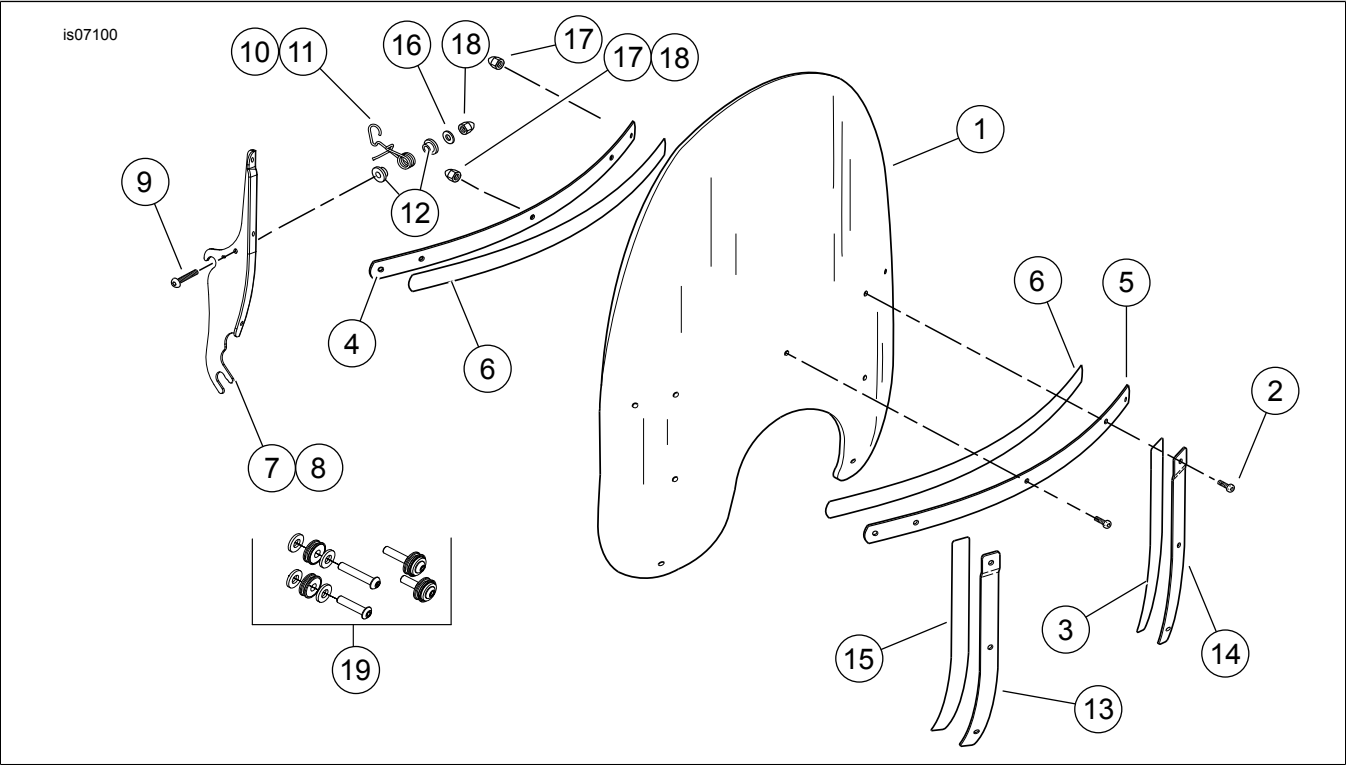
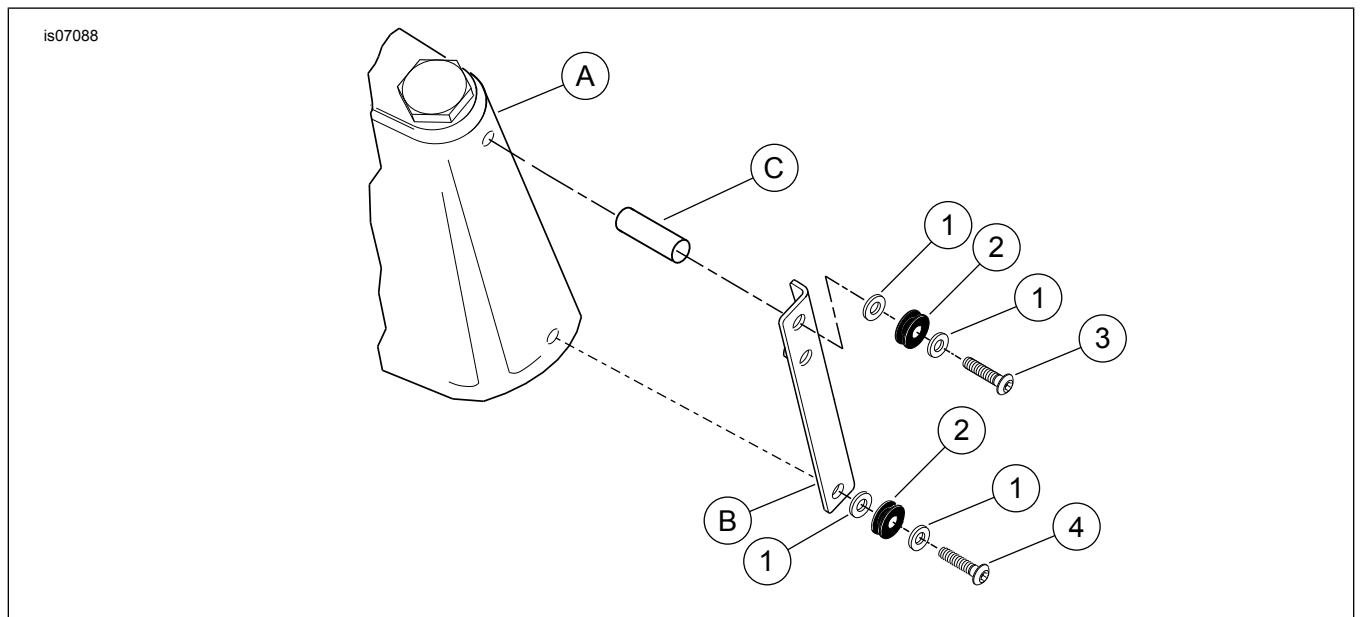

Figura 1. Piezas de servicio: Kits de parabrisas
Figura 2. Piezas de servicio: Kit de elementos de sujeción
Vea Figura 1 y Tabla 1, Figura 2 y Tabla 2.
2. Figura 2 y Tabla 2. Quite y deseche el tornillo (4) y la arandela (1) originales de la pieza de soporte inferior de la luz para niebla/de paso.
3. Coloque la arandela plana (1), el buje (2) y la arandela plana (1) nuevos en el tornillo de 1-3/8 pulg. de largo (4) del kit. Enrosque el tornillo a través del agujero inferior en la pieza de soporte de las luces para niebla/de paso y la cubierta decorativa de la horquilla y dentro de la abrazadera triple. Ajuste.